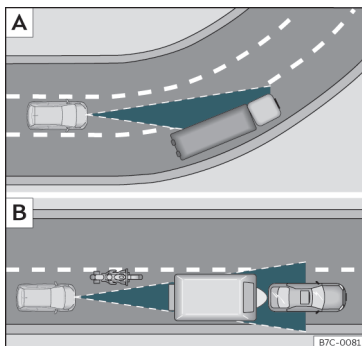

Fig. 173 [A] Vehículo en una curva. [B] Motociclista circulando por delante fuera del radio de acción del sensor de radar.
El ACC podría no detectar en curva el vehículo precedente o podría regular la distancia con vehículos que se encuentran en otros carriles » **fig. 173** [A].
- Vehículos que circulen desalineados o fuera de la zona de detección del sensor, por ejemplo, motocicletas » **fig. 173** [B].